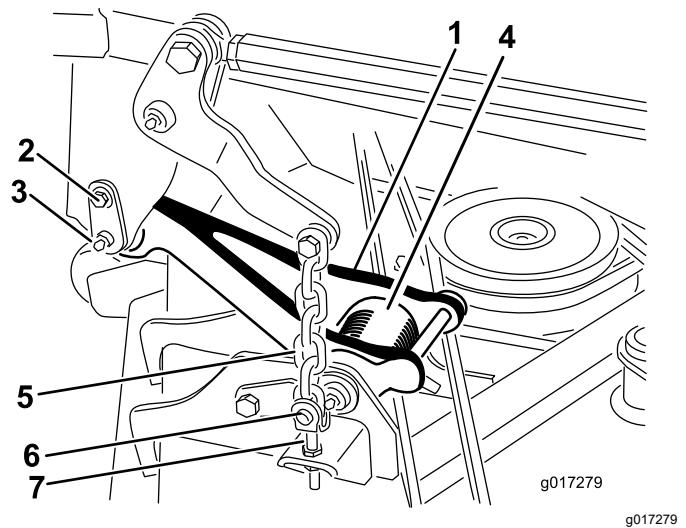

图 4
**注意** 当滚刀组处于升起位置时拉杆扭转弹簧张紧力 图 4 会减小使拉杆更易于从机器上断开。
2. 从机器两侧断开拉杆 图 4。
- A. 卸下将固定销固定到承载架的轴肩螺丝 图 4。
- B. 小心将固定销从承载架滑动到拉杆 图 4。
- 卸下将提升链固定至剪草机调节挂钩的 4 个环形销和柱销图 4。
- 用 4 个柱销和环形销将滚刀组提升链固定至剪草机调节挂钩图 4。
- 将拉杆与承载架对齐并用固定销连接拉杆图 4。用轴肩螺丝将固定销固定到机架图 4。